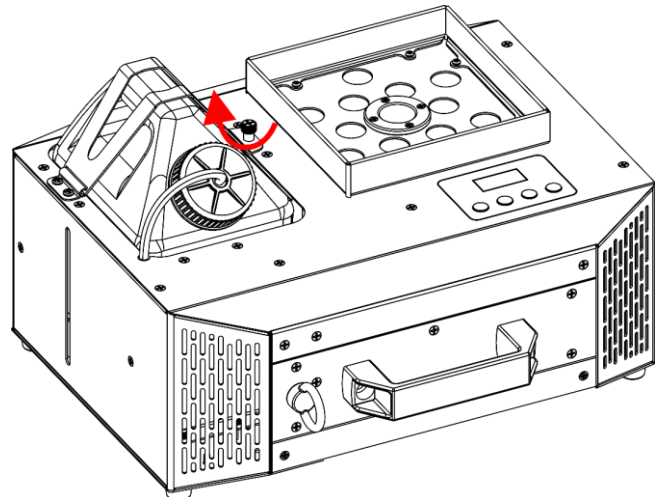

Fig. 47
- 12) Draai de **veiligheidsschroef voor de tankbeugel (04)** vast, zoals getoond in Fig. 47.